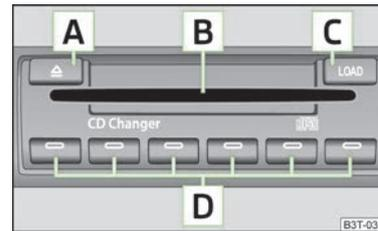

Abb. 133
- Die Taste [C] » Abb. 133 antippen und die CD (Compact Disk) in den CD-Schacht [B] einführen. Die CD wird automatisch auf die niedrigste freie Position im CD-Wechsler geladen. Die Kontrollleuchte in der entsprechenden Taste [D] hört auf zu blinken.
- Die Taste [C] » Abb. 133 länger als 2 Sekunden gedrückt halten und die CDs nacheinander (maximal 6 CDs) in den CD-Schacht [B] einführen. Die Kontrollleuchten in den Tasten [D] blinken nicht mehr.
- Die Taste [C] » Abb. 133 antippen. Die Kontrollleuchten in den Tasten [D] leuchten bei den bereits belegten Speicherplätzen und blinken bei freien Speicherplätzen.
- Die Taste **A** » Abb. 133 antippen, um eine CD auszuwerfen. Bei belegten Speicherplätzen leuchten jetzt die Kontrollleuchten in den Tasten **D**.
- Die Taste **A** » Abb. 133 länger als 2 Sekunden gedrückt halten. Alle CDs im CD-Wechsler werden nacheinander ausgeworfen.
- Die CD in den CD-Schacht **B** » Abb. 133 immer mit der bedruckten Seite nach oben einführen.